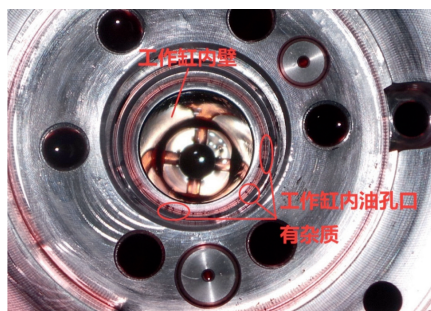
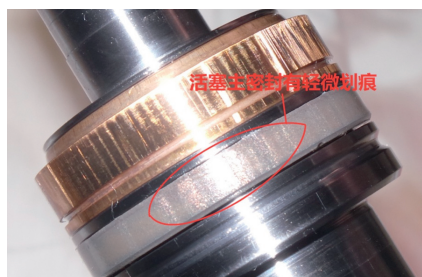

图2 工作缸检查
图3 活塞主密封
1) 先盖回液压油箱盖板，将弹簧泄压后，打开油箱，排出油箱内部所有液压油，随后打开工作缸，取出活塞，并抽出缸内液压油。宏观检查缸体内壁光滑，缸内油孔处存在脏污和杂质较多；检查拆除的主活塞，发现密封处有轻微划痕，如图2、图3所示。